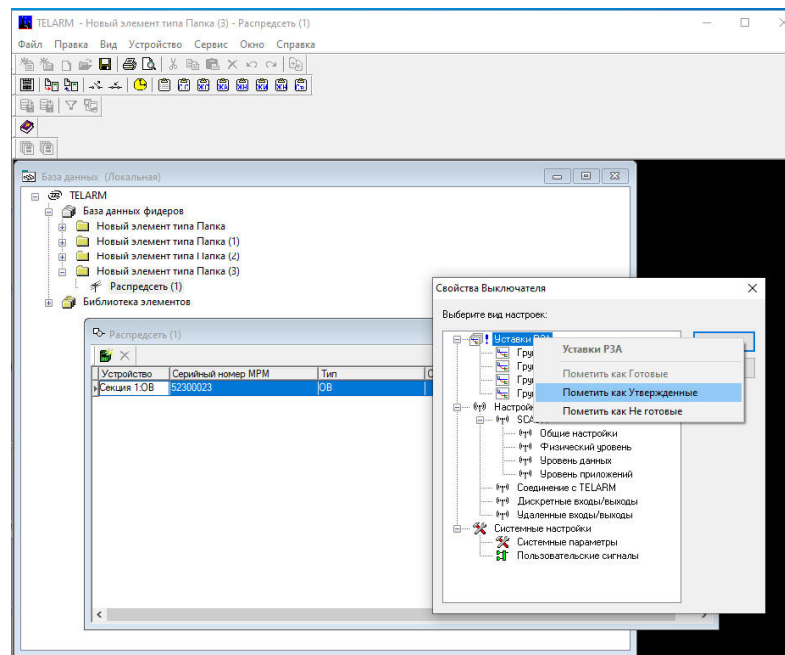

Рис.4.21. Установка флажка «Уставки утверждены»
- Утвердить уставки, помеченные как готовые, — нажать на правую клавишу мыши и в появившемся списке выбрать «Пометить как утвержденные», рис. **Рис.4.21.**